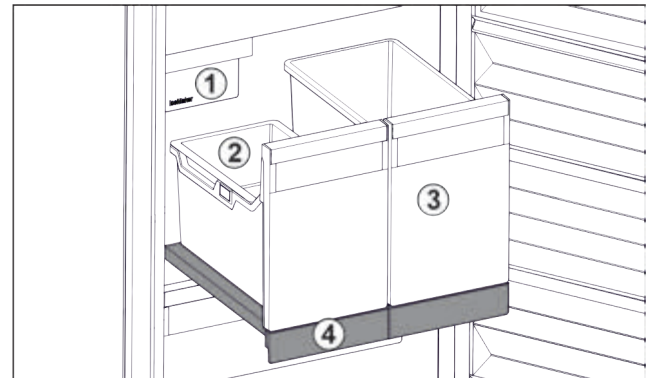

Fig. 83 Витяжна панель IceTower
- (1) IceMaker
- (2) Підвісний лоток для кубиків льоду
- (3) Резервуар наприклад для піци, алкогольних напоїв
- (4) Витяжна панель
На витяжній панелі є два високі резервуари (IceTower). В резервуарі Fig. 83 (2) кубики льоду з IceMaker збираються та зберігаються. Резервуар Fig. 83 (3) придатний для зберігання високих харчових продуктів, таких як піца та алкогольні напої.